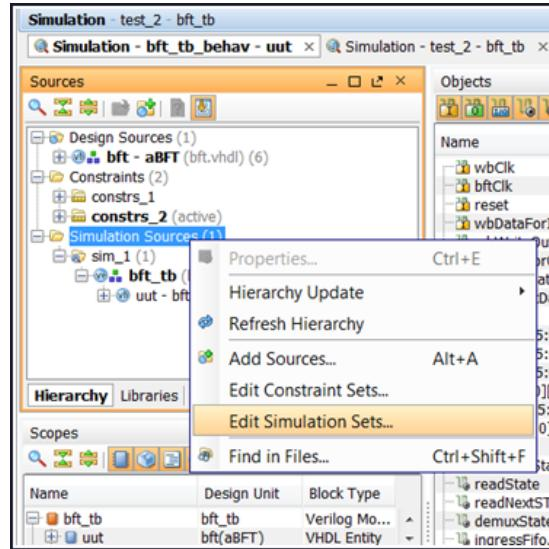

図 3-6 : [Edit Simulation Sets] オプション
1. [Sources] ビューで [Simulation Sources] を右クリックし、[Edit Simulation Sets] をクリックします(図 3-6)。